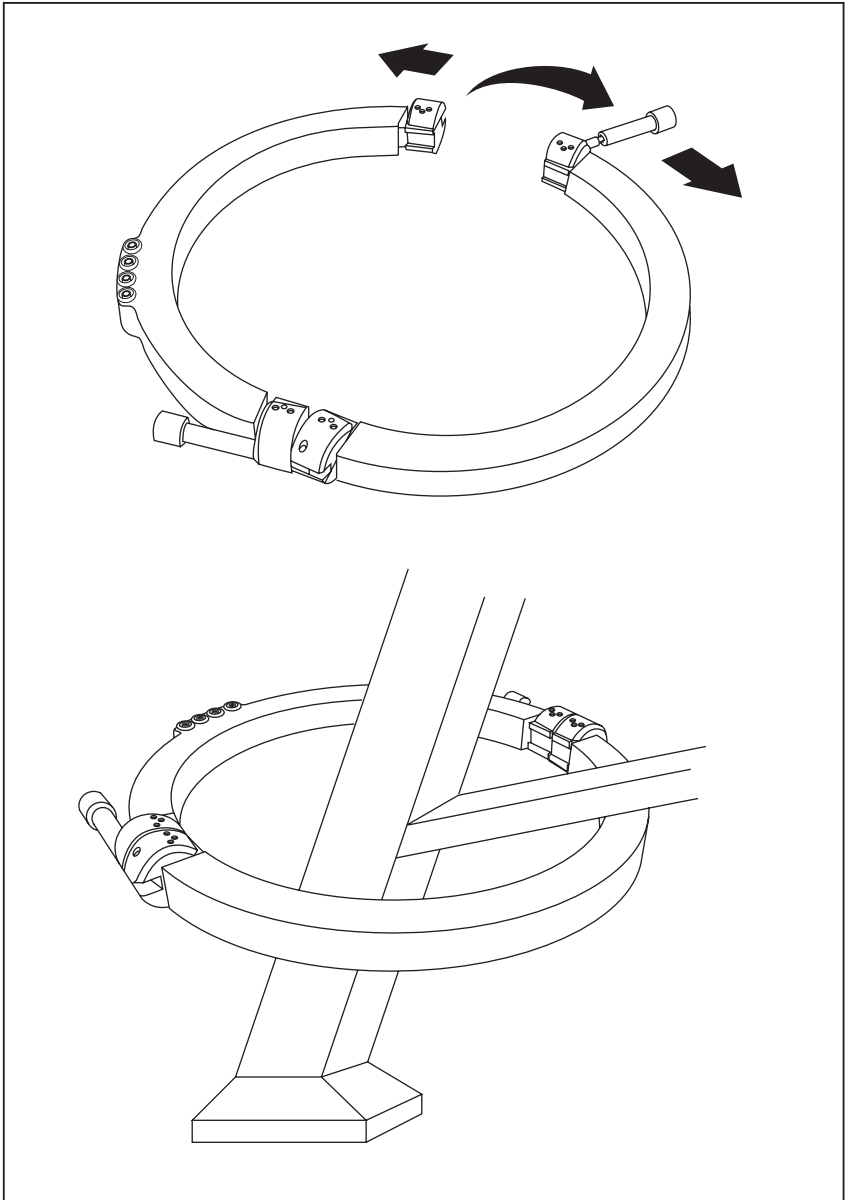

Figure 2. Installation du transformateur autour du pylône
1. Desserrez (ou retirez si nécessaire) les fermetures. Voir Figure 2.
2. Sur l'extrémité présentant le trou du boulon à fente, sortez le boulon (et la fermeture) en le faisant pivoter et séparez les deux moitiés du transformateur. Voir Figure 2.
3. Installez le transformateur autour de la base du pylône. Voir Figure 2.
4. Réunissez les deux moitiés de transformateur pour aligner les surfaces d'extrémité. Sur l'extrémité présentant un trou du boulon à fente, faites pivoter la fermeture et le boulon en place. Remontez les fermetures si elles ont été enlevées. Serrez solidement les fermetures. Voir Figure 2.